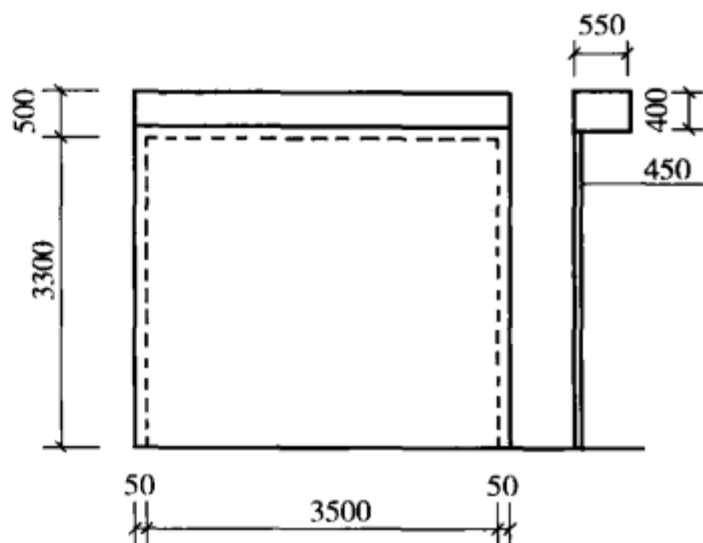

图 4-49 电动铝合金卷帘门
**【例 50】** 某单位车库如图 4-49 所示,安装遥控电动铝合金卷帘门(带卷筒罩)3 樘。门洞口:3500mm × 3300mm,卷帘门上有一活动小门:750mm × 2000mm,求车库卷帘门清单工程量及材料消耗工程量(参照《全国统一建筑装饰装修工程消耗量定额》)。
**【解】** (1) 定额工程量